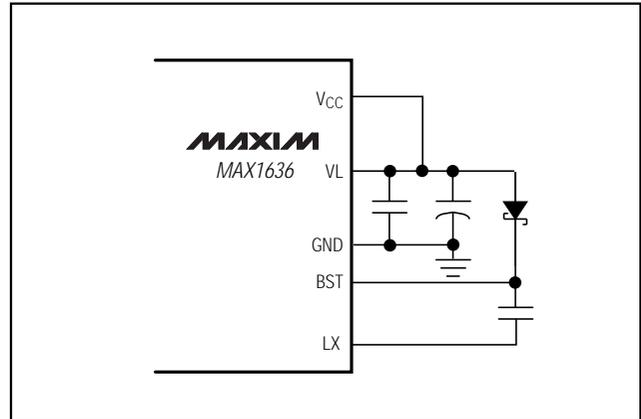

図7. コンデンサの配置
- 電流検出抵抗のトレース長をできるだけ短くし、電流を正確に検出するためにケルビン接続にします(図7)。
- 2) IC及び信号部品を配置します。メインスイッチングノード(LXノード)を敏感なアナログ部品(電流検出トレース及びREFコンデンサ)から遠ざけてください。IC及びアナログ部品は、ボード上のパワースイッチングノードの反対面に配置します。重要: ICは電流検出抵抗から10mm以内に配置する必要があります。ゲート駆動トレース(DH、DL及びBST)は、20mm以内に短く保ち、CSH、CSL及びREFから遠ざけて配線してください。セラミックバイパスコンデンサは、ICの近くに配置してください。パルクコンデンサはこれより遠くてもかまいません。VLをV_{CC}の電源として使用する場合は、0.1µFコンデンサをV_{CC}ピンの近くに、そして4.7µFをそれより遠くに、しかしブーストダイオードよりは近くに配置してください(図7)。